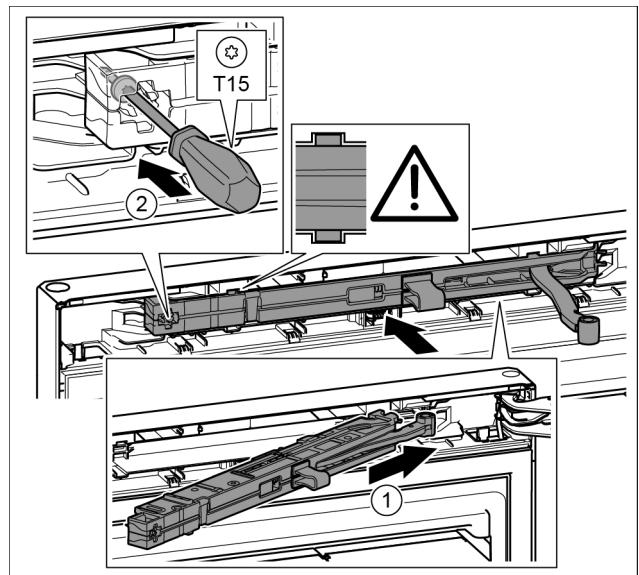

Fig. 41
- Під нахилом просуньте демпферний вузол з боку опорного кронштейна в отвір до упору. Fig. 41 (1)
- Закрутіть гвинт за допомогою викрутки T15. Fig. 41 (2)